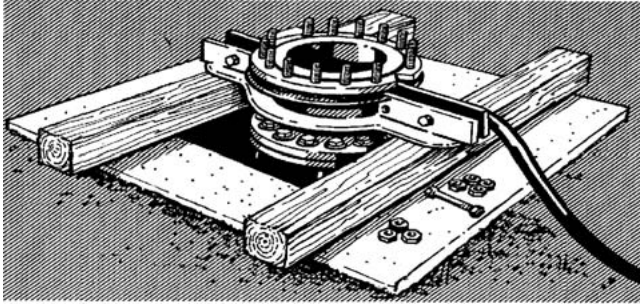

Fig. 11 Maintien en place de la colonne montante pendant l'installation
4. Descendre le groupe, suspendu avec sa bride de montage à une grue (par ex. grue mobile), dans le forage jusqu'à ce que la première paire de colliers support repose sur les chevrons. Cette paire de colliers supportera le poids de la pompe (fig. 11) jusqu'à l'enlèvement de la bride de montage et le raccordement du deuxième élément de tuyauterie.